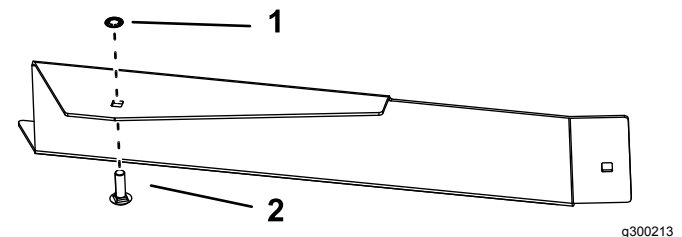

Bild 17
4. Montieren Sie die Schlossschraube und die Steckmutter auf das vordere Ablenkblech, wie in Bild 17 dargestellt.